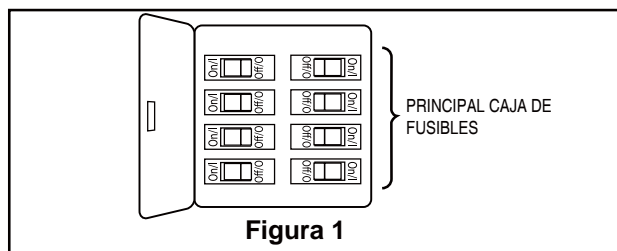

Figura 1
Su nuevo ventilador de techo requiere una línea de suministro eléctrico con conexión a tierra de 120 voltios de CA, 60 Hz, circuito de 15 amperios. La caja de distribución eléctrica debe estar bien asegurada y debe ser capaz de soportar una carga de, al menos, 15,9 kg (35 lb). La Figura 1 muestra diversas configuraciones estructurales que podrían utilizarse para montar la caja de distribución eléctrica.
1. Extraiga la pieza de la bola colgante de la unidad de la bola colgante / varilla aflojando el tornillo de presión de la bola colgante hasta que la bola se libere de la varilla. Retire el pasador del barral y luego extraiga la semiesfera. Conserve el pasador y la semiesfera para su reinstalación en el Paso 6 (Figura 1).
Para evitar una posible descarga eléctrica, asegúrese de cortar la alimentación eléctrica de la caja de fusibles principal antes de colgar el ventilador. (Figura 1)